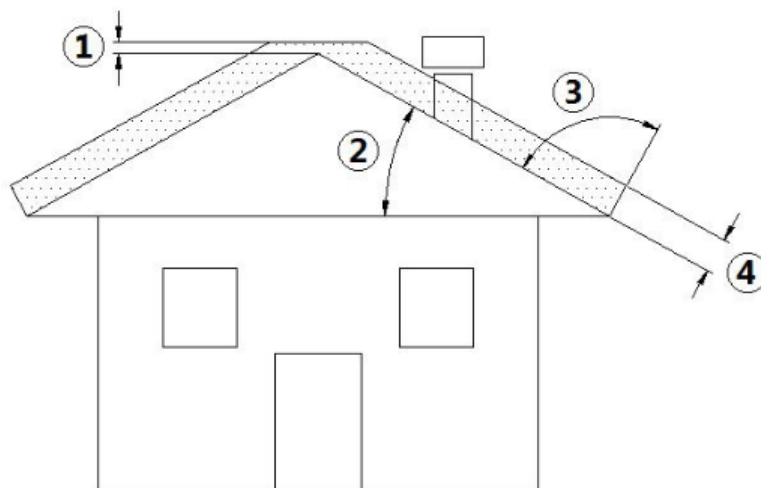

Fig. 3 - Tetto inclinato
LEGENDA Fig. 3 a pag. 6
- La quota di sbocco in atmosfera deve essere al di fuori della zona di reflusso provocata dalla conformazione del tetto o da ostacoli che si trovano in prossimità (vedi **Fig. 3 a pag. 6**).